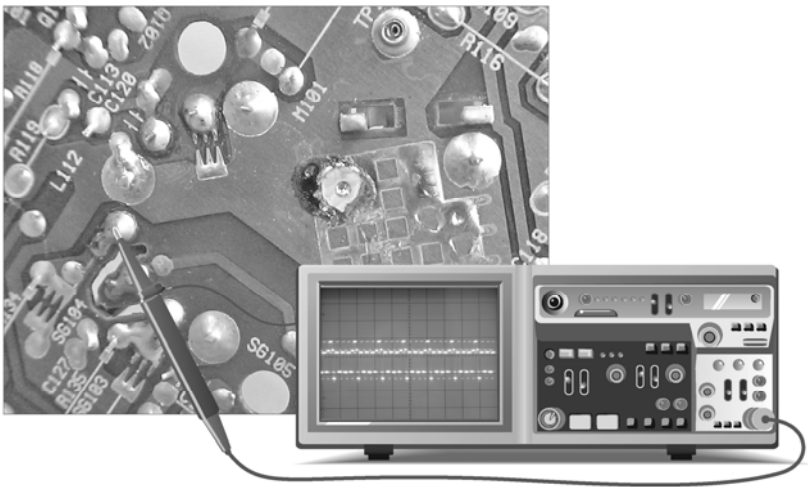

图 2-19 显像管插座 M101 ⑧脚 R 信号输入
首先检测显像管插座 M101⑧脚的 R 信号输入是否正常，将示波器的探头放在⑧脚的焊点上，具体检测方法及正常的信号波形如图 2-19 所示。正常时，应有 R 信号波形输入。